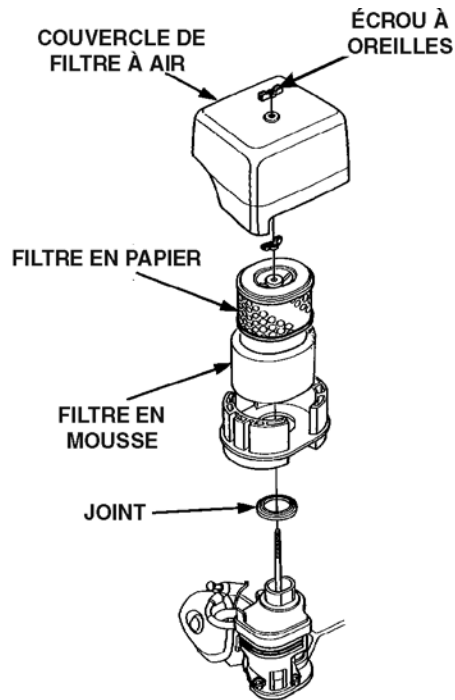

Figure 15. Filtre à air
1. Retirez le couvercle du filtre à air et le filtre en mousse, comme illustré à la figure 15.
2. Tapotez plusieurs fois le filtre en papier (Figure 15) sur une surface dure pour retirer les salissures ou insufflez de l'air comprimé [pas plus de 207 kPa, 2,1 kgf/cm²] par le côté boîtier du filtre à air. **NE RETIREZ JAMAIS LES SALISSURES AVEC UNE BROSSE.** L'utilisation d'une brosse incrustera les salissures dans les fibres. Remplacez le filtre en papier s'il est excessivement sale.